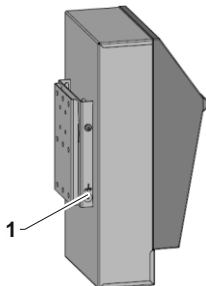

図. 12:機能接地
操作モジュール付近のEMVの大きな故障原因はこの機能に影響をあたえることがあります。この場合、接地ストラップを使って操作モジュールのハウジングをアース (1) に接続してください。接地ストラップを使用した操作モジュールへの接続 (→図. 12)